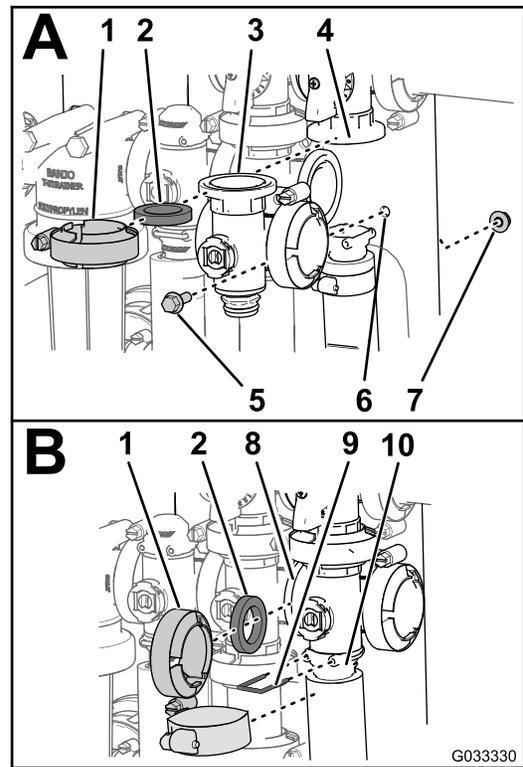

图77
1. 将主喷洒臂阀歧管凸缘、1个垫片与主喷洒臂旁通阀凸缘对齐图77中的A。
2. 以手动夹紧夹具的方式组装主喷洒臂阀歧管、垫片和主喷洒臂旁通阀图77中的A。
3. 将主喷洒臂阀歧管凸缘、垫片与搅拌阀歧管对齐图77中的B。
4. 以手动夹紧夹具的方式组装主喷洒臂阀歧管、垫片和搅拌阀歧管图77中的B。
5. 将主喷洒臂阀歧管凸缘、垫片与主喷洒臂外壳对齐图77中的B。
6. 以手动夹紧夹具的方式组装主喷洒臂阀歧管和插槽图77中的B。
7. 将卡环插入出口接头从而将端盖接头固定至出口接头图77中的B。